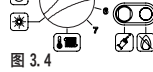

图 3.4
- 打开选择器 3 (如图 3.4 所示); 信号灯 1 将闪烁, 约每 2 秒一次。